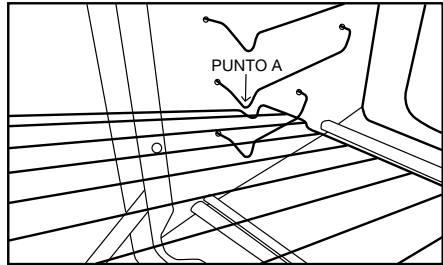

Fig. 2
2. Deslice la rejilla hasta que la parte trasera pase el PUNTO A (Fig. 2).